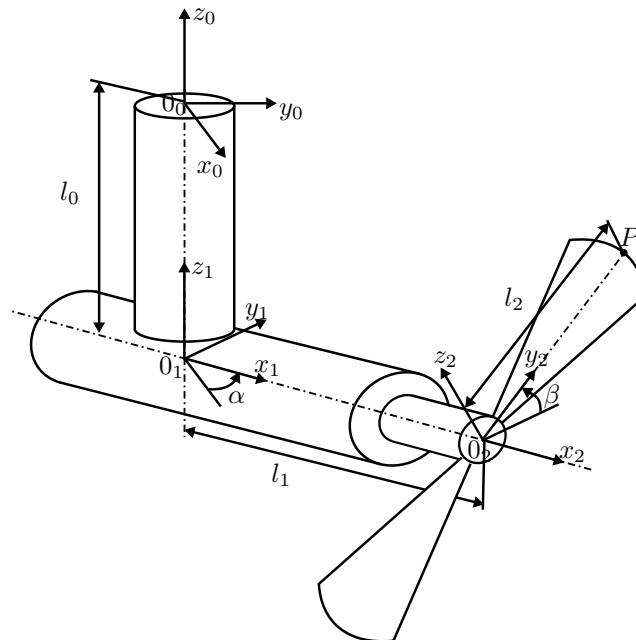

Abb. 3: Konfiguration des Ventilators.
- d) Abbildung 3 zeigt schematisch einen Ventilator, bei dem das Gehäuse eine Schwenkbewegung um die vertikale z_0 -Achse mit Winkel $\alpha(t)$ ausführt. Der Rotor wird durch einen (nicht weiter berücksichtigten) Motor angetrieben, so dass die Winkelgeschwindigkeit der Rotorblätter $\dot{\beta} = \text{konstant}$ beträgt.